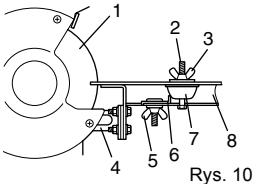

Rys. 9
■ Zmontować zestaw do ostrzenia tarczy tak, jak pokazano na rys. 9.